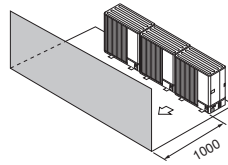

Fig. 2-14
- (3) Obstruktion eller lukket område kun på front (Fig. 2-14)